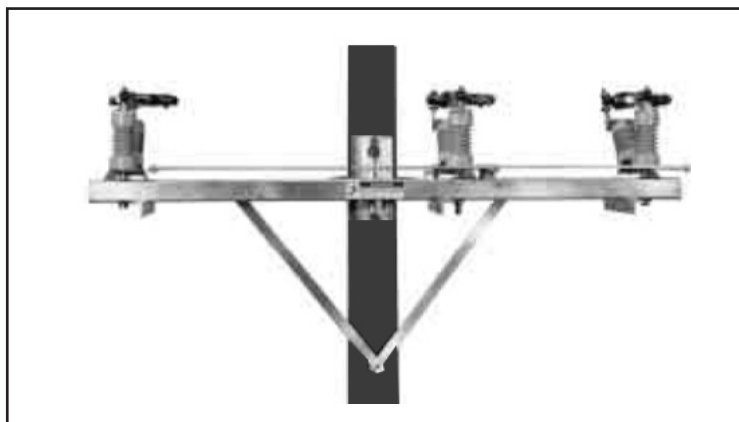

Figura 11. Fijación de soportes laterales de cruceta (surtidas por un tercero) a la base del interruptor.
Si se desea, se pueden fijar soportes laterales de cruceta (de otro proveedor) a la base del Interruptor, como se muestra en la Figura 11. Consulte el plano de montaje (PM) para postes de Madera.